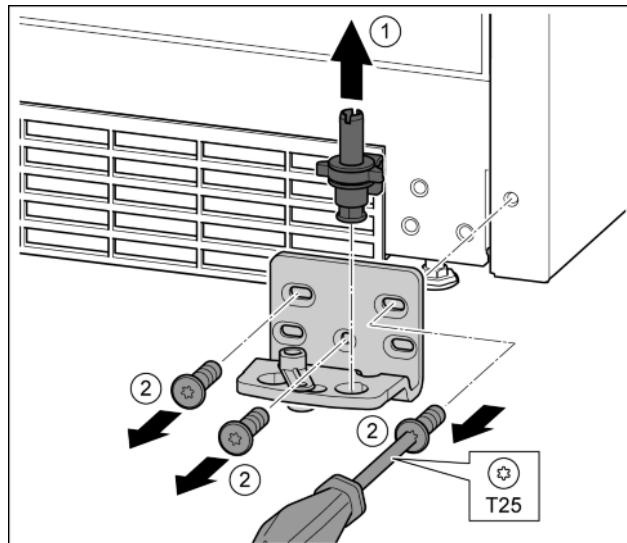

Fig. 12
- Опорный палец полностью извлечь движением вверх. Fig. 12 (1)
- Открутить винты отверткой T25 и снять опорный кронштейн. Fig. 12 (2)